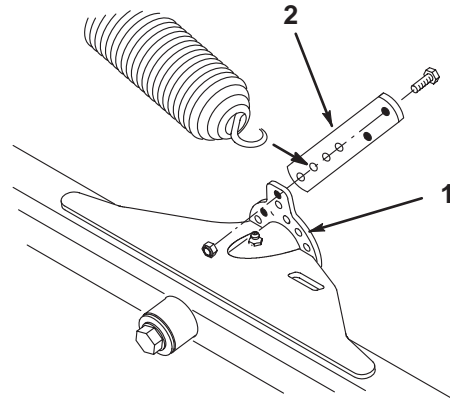

図 15
1. 各カuttingユニットの昇降タブの後面の内側部分に、スプリング・アンカーを取り付ける(図15; キャップスクリュ(1/4 x 3/4) 2個とロックナットを使用する)。
2. 前カuttingユニットでは、スプリング・アンカーについている穴のうち一番下から2番目の穴(No. 3)にスプリングを引っ掛ける(図15)。